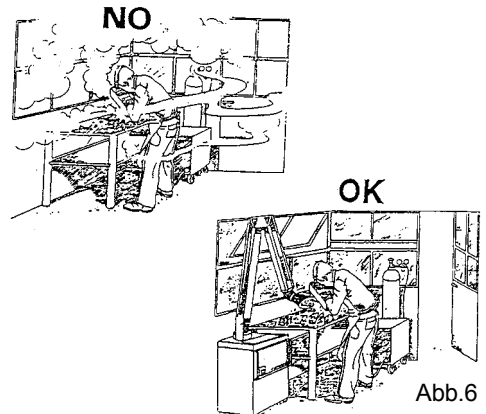

Abb.6
- Die Gase, der unbekömmliche oder für die Arbeiter gesundheitsgefährdende Rauch sind so nah und so wirksam wie möglich an der Emissionsquelle abzufangen (nach und nach während ihrer Erzeugung), sodass die eventuellen Schadstoffkonzentrationen nicht die zulässigen Grenzwerte der örtlichen Norm überschreiten (Abb. 6).